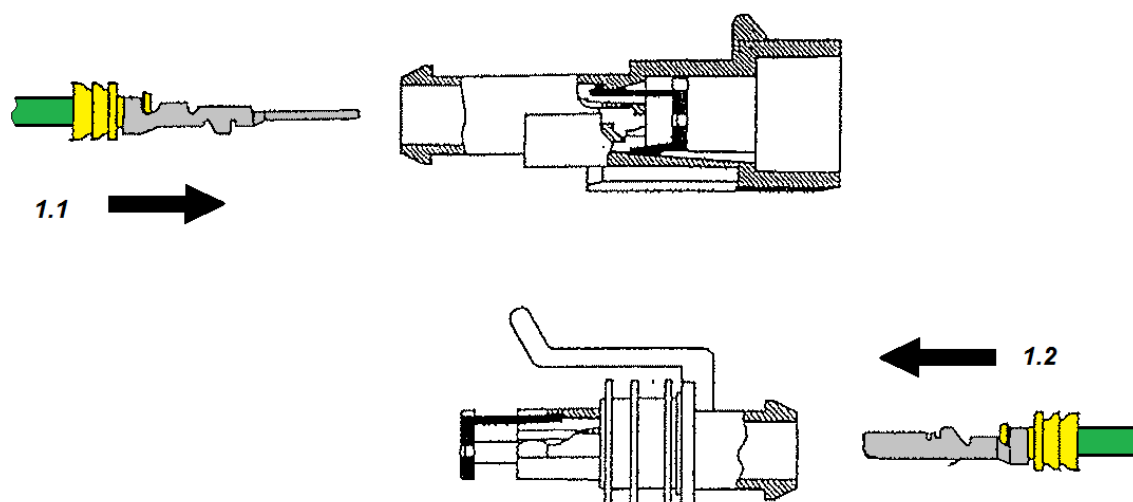

FIG.1
1) Opération d'assemblage des connecteurs **(FIG.1)**